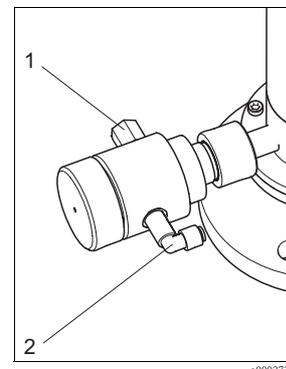

Fig. 19: Valvola di sicurezza dell'uscita
2. Montare la valvola di sicurezza pneumatica, inclusa nella fornitura (Fig. 19).
5. Collegare il terzo raccordo del connettore a Y al connettore dell'aria compressa della valvola di sicurezza per l'uscita (Fig. 19, pos. 2).
6. Collegare il tubo flessibile di uscita dell'acqua di risciacquo al connettore della valvola (pos. 1, G $\frac{1}{4}$ o NPT $\frac{1}{4}$ ", a seconda della versione ordinata).